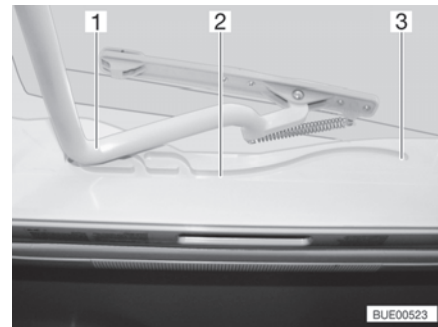

Bild 30 Führung (Heki-Dachhaube)
- Den Bügel (Bild 30,1) in den Führungen (Bild 30,2) bis in die hinterste Position (Bild 30,3) ziehen.
- Den Bügel (Bild 30,1) mit beiden Händen leicht nach oben drücken.
- Den Bügel in den Führungen (Bild 30,2) bis zur gewünschten Stellung ziehen.